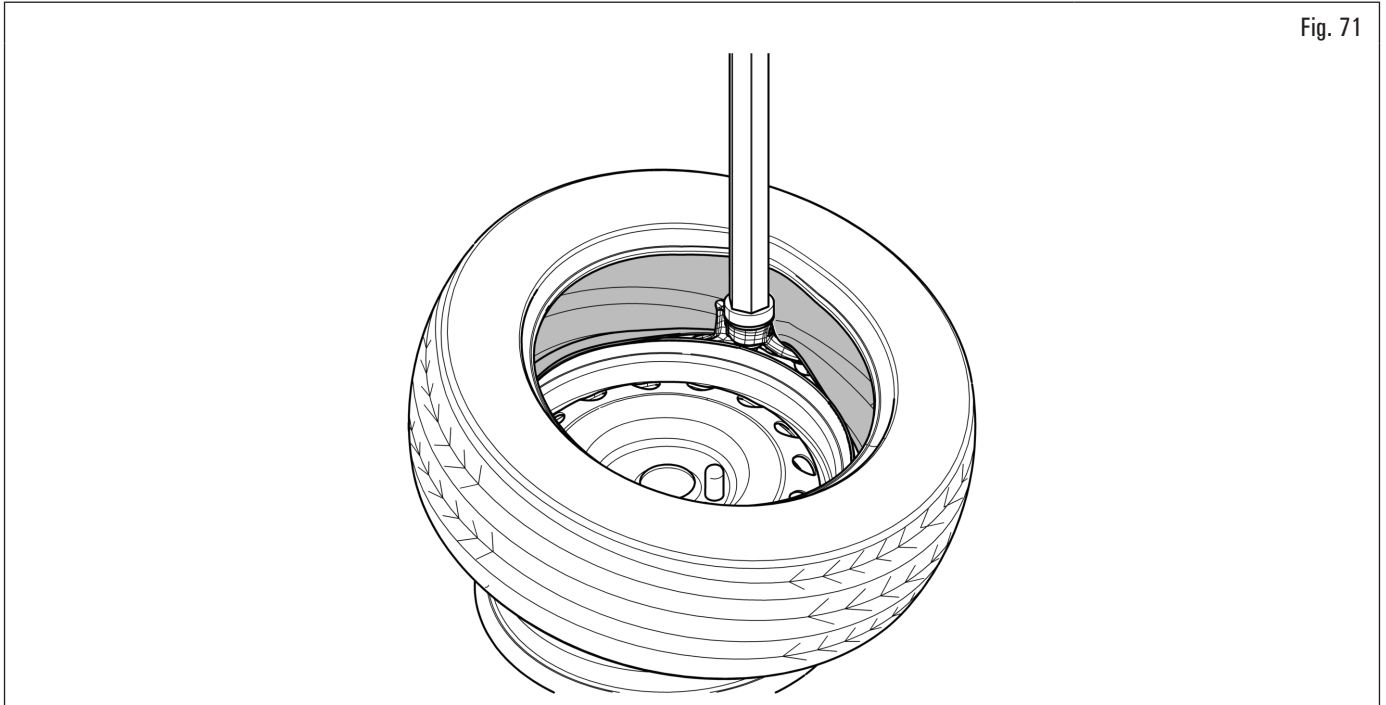

Fig. 71
3. appoggiare lo pneumatico sul cerchio, premere il pulsante di sbloccaggio (2° scatto) del braccio porta utensile (vedi Fig. 12) e posizionare manualmente la testa utensile sul cerchio (Fig. 71). Bloccare il braccio porta utensile premendo (1° scatto) il relativo pulsante (vedi Fig. 12). Inserire lo pneumatico in posizione di montaggio sulla testa utensile e premere il pedale di rotazione fino all'inserimento del primo tallone;